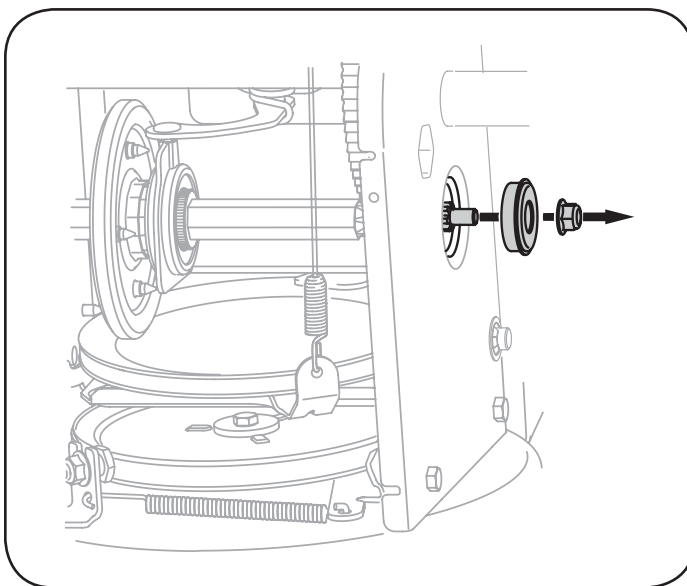

Figura 30
6. Retire con cuidado la tuerca hexagonal y la arandela que sujetan el eje hexagonal al marco de la máquina quitanieve, y golpee suavemente el extremo del eje para desplazar el cojinete de bolas del lado derecho del marco. Vea la Figura 30.